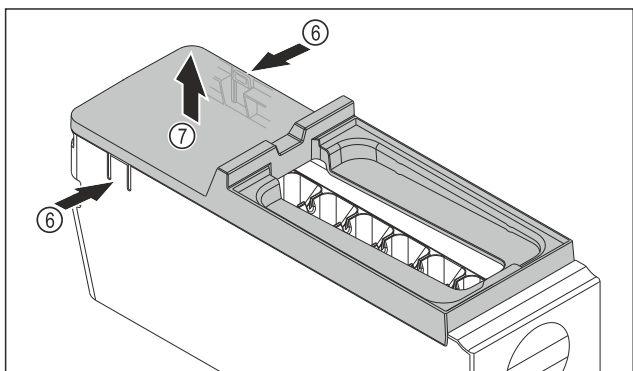

Fig. 146
- ▶ Зняти кришку з корпусу EasyTwist-Ice: натиснути однією рукою на накладки Fig. 146 (6) з обох боків корпусу EasyTwist-Ice.
- ▶ Зняти кришку Fig. 146 (7), потягнувши її вгору іншою рукою.